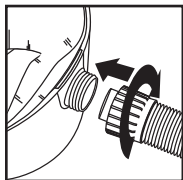

FIGURE 31
43. Rebrancher le tuyau souple dans l'aspiration, puis serrer son écrou **FIGURE 31.**